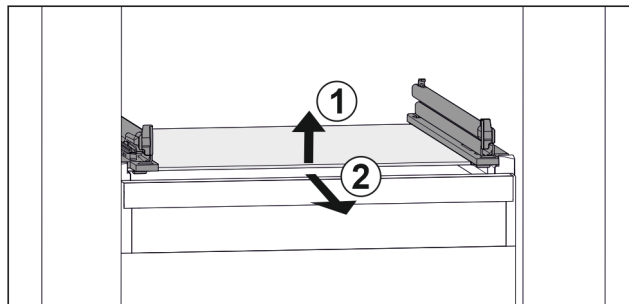

Fig. 50 Beispielhafte Darstellung der Glasplatte
- Glasplatte vorne anheben. Fig. 50 (1)
- Glasplatte nach vorne entnehmen. Fig. 50 (2)